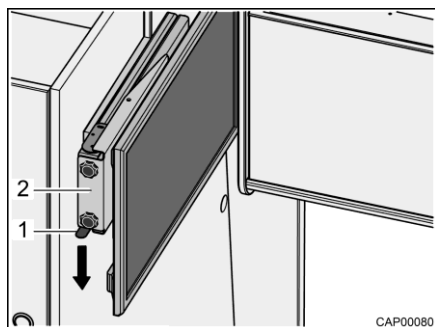

Fig. 37 Base estraibile con schermo piatto
- Premere verso il basso la molla d'arresto (Fig. 37,1) ed estrarre orizzontalmente la base estraibile (Fig. 37,2) con lo schermo piatto in direzione del centro del veicolo.
- Fare scorrere orizzontalmente la base estraibile (Fig. 37,2) con lo schermo piatto fino all'arresto. La molla d'arresto (Fig. 37,1) scatta in posizione.